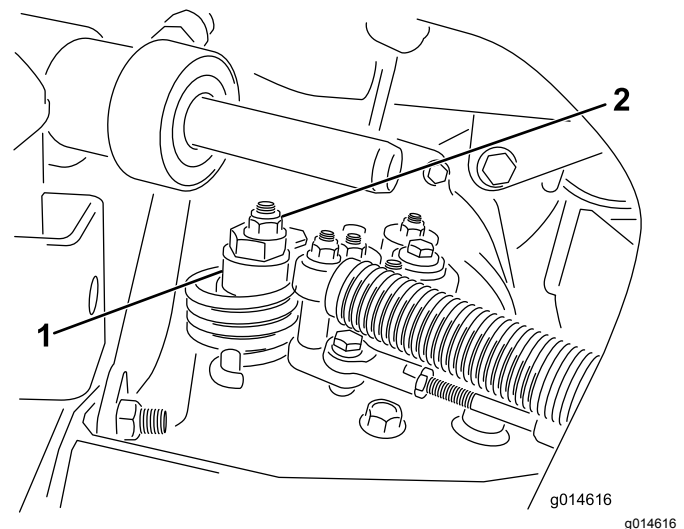

Figura 32
- A. Afloje la tuerca que sujeta el excéntrico a la parte superior del hidrostato (Figura 32).
- C. Gire el excéntrico hasta que no haya movimiento en ningún sentido. Cuando la rueda deje de girar, apriete la tuerca para bloquear el excéntrico y el ajuste (Figura 32). Compruebe el ajuste con el acelerador en las posiciones LENTO y RÁPIDO.